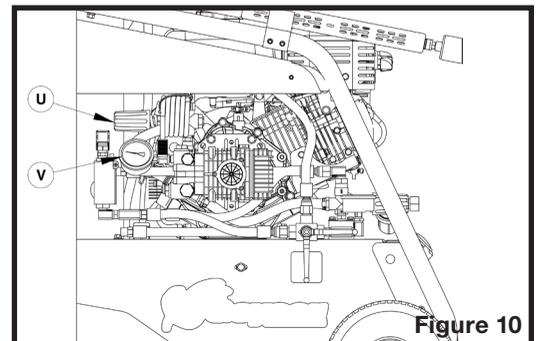

Figure 10
9. La pression peut être ajustée par le régulateur haute pression (U sur la figure 10) jusqu'à 3500 lb/po2. La pression est lisible sur le manomètre (V sur la figure 10).